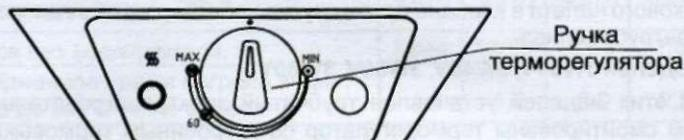

Рисунок 2 - Панель управления ЭВН моделей 3W30V1, 3W40V1, 3W50V1, 3W60V1
- в ЭВН моделей 3W30V1, 3W40V1, 3W50V1, 3W60V1 регулировка осуществляется с помощью выведенной наружу ручки терморегулятора. Поворотом ручки терморегулятора по часовой стрелке увеличивают температуру нагрева воды, против часовой стрелки - уменьшают. Для ориентации на шкале обозначено положение ручки терморегулятора, соответствующее нагреву воды примерно до 60 °C (см. рисунок 2).